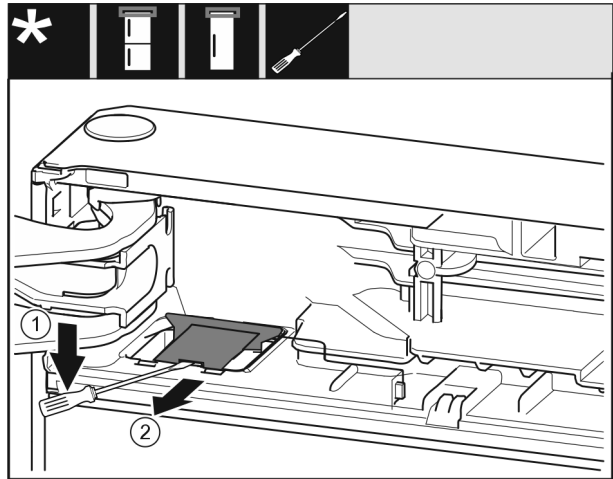

Fig. 12
- ▶ Используя шлицевую отвертку, отцепите крышку Fig. 12 (1).
- ▶ Извлеките крышку Fig. 12 (2).